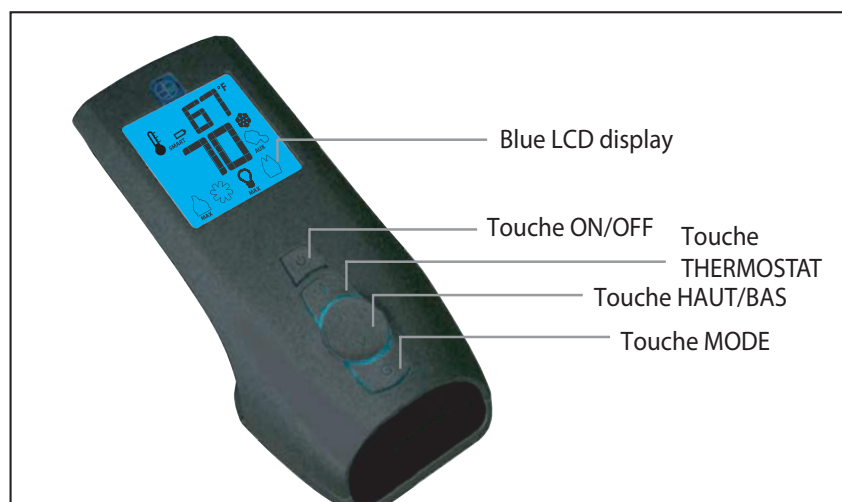
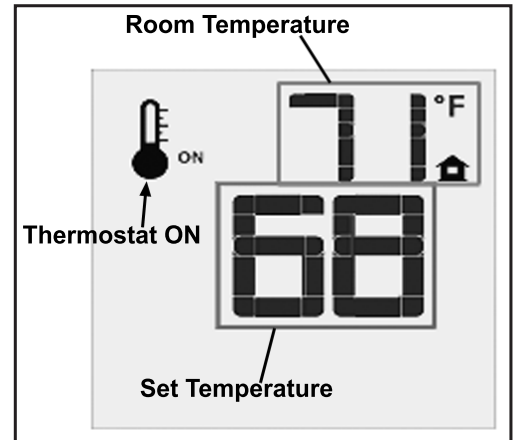
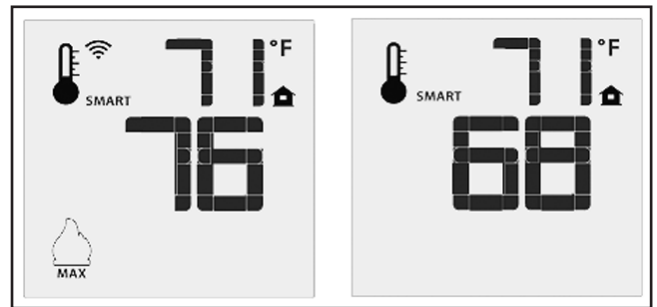

Figure 4: Émetteur Proflame 2.
Figure 9: La télécommande montre la température programmée.
Figure 10: La fonction « thermostat intelligent » (SMART Thermostat).
L'émetteur Proflame 2 est une télécommande munie d'un écran ACL rétro-éclairé bleu. Il a une conception rationalisée avec une disposition de boutons simplifiée et un affichage informatif ACL (Figure 4). L'émetteur est alimenté par trois (3) piles type AAA. Un bouton « mode » sert à changer entre les options et un bouton « thermostat » est utilisé pour allumer ou fermer, ou voir l'index des options pour le thermostat (Figures 4 & 5).
Appuyez la touche marche-arrêt sur l'émetteur. L'écran ACL montrera la température ambiante de la salle et l'icône du thermostat (voir la Figure 9). Un seul bip de l'IFC confirme la réception de la commande et la veilleuse et le brûleur principal se fermeront (si l'appareil n'est pas réglé au mode CPI).
La télécommande peut fonctionner comme un thermostat ambiant. Le thermostat peut être réglé à la température désirée pour contrôler le confort dans la salle. Pour activer cette fonction, appuyez sur la touche « Thermostat » (voir la Figure 4). L'écran ACL de l'émetteur changera pour montrer que le thermostat ambiant est allumé et la température programmée est montrée sur l'écran (voir la Figure 9). Pour ajuster la température, appuyez sur les flèches vers le haut ou le bas pour programmer votre température désirée.
Le mode « Thermostat intelligent » ajuste la hauteur des flammes en calculant la différence entre la température programmée et la température ambiante actuelle. Si la température ambiante approche la température programmée, la fonction intelligente baissera le niveau des flammes. Pour activer cette fonction, appuyez sur la touche « thermostat » (Figure 4) jusqu'à ce que vous voyiez le mot « SMART » à la droite de l'icône de thermostat (Figure 10). Pour ajuster la température programmée, utilisez les flèches pour trouver votre température idéale.